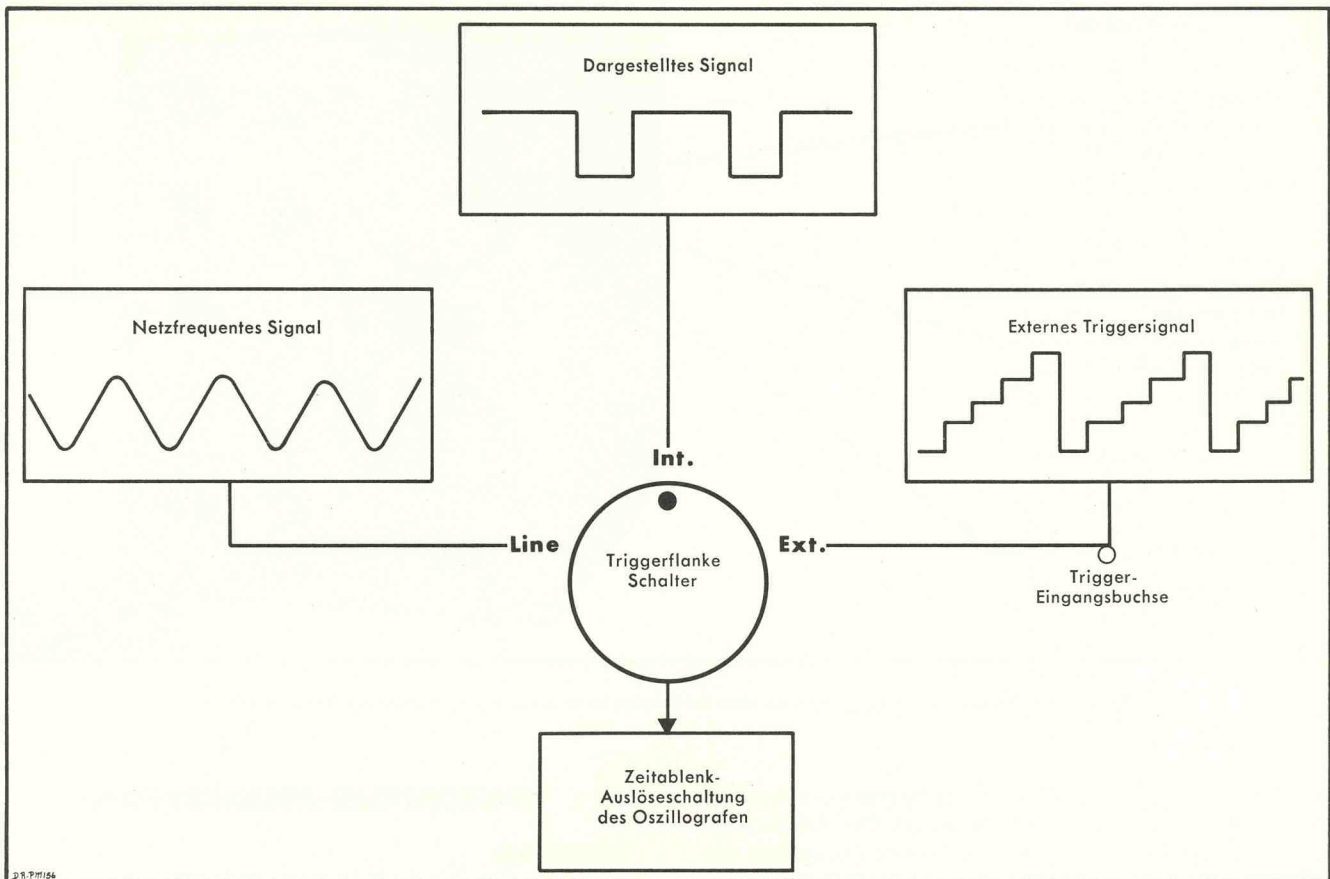

Bild 2-8 Das Triggersignal wird von 3 möglichen Quellen mit dem Schalter TRIGGER SLOPE (Triggerflanke) gewählt.
3. Zur Triggerung der Zeitablenkung durch ein extern zugeführtes Signal, das ein Zeitverhältnis zur untersuchten Wellenform hat, wird die Triggersignalquelle an die Buchse TRIGGER INPUT gelegt. Der schwarze Knopf TRIGGER SLOPE wird auf Stellung EXT (+ oder —) gebracht. Bild 2-8 zeigt eine bildliche Darstellung der Wahl der verschiedenen Triggerspannungsquellen.